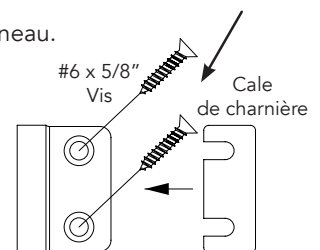

Fig. 1.1
*Remarque: dans la plupart des cas, les cadres de la fenêtre ne sont pas d'aplomb. Des cales de charnière seront probablement nécessaires pour bien aligner les charnières et permettre le bon fonctionnement du panneau. (Voir Fig. 1.1)*